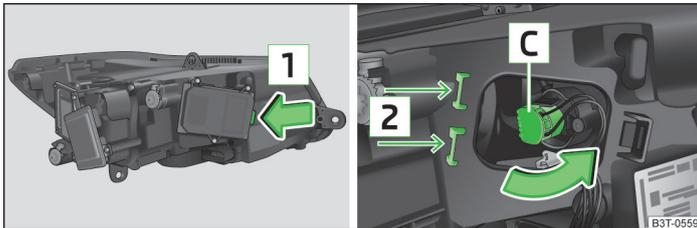

Abb. 207 Scheinwerfer mit Xenon-Licht: Glühlampe für Fernlicht wechseln
- Die Schutzkappe in Pfeilrichtung **1** » Abb. 207 entriegeln und abnehmen.